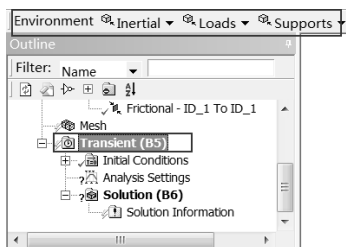

图 12-22 Environment 工具栏
Step1：选择 Mechanical 界面左侧 Outline（分析树）中的 Transient（B5）选项，此时会出现如图 12-22 所示的 Environment 工具栏。